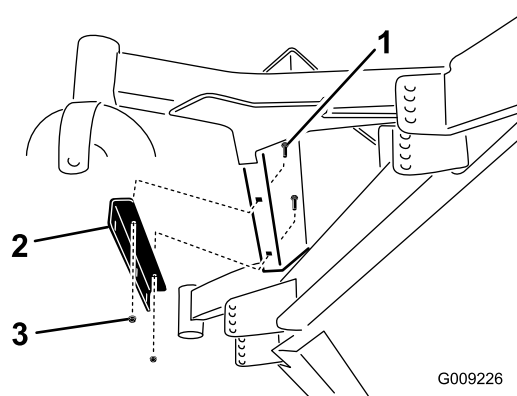

Figura 34
4. Installate la staffa di montaggio della zavorra sotto il poggiatesta con 2 bulloni a testa tonda ($\frac{5}{16}$ " x $\frac{3}{4}$ ") e 2 dadi flangiati ($\frac{5}{16}$ "), come illustrato nella Figura 34.